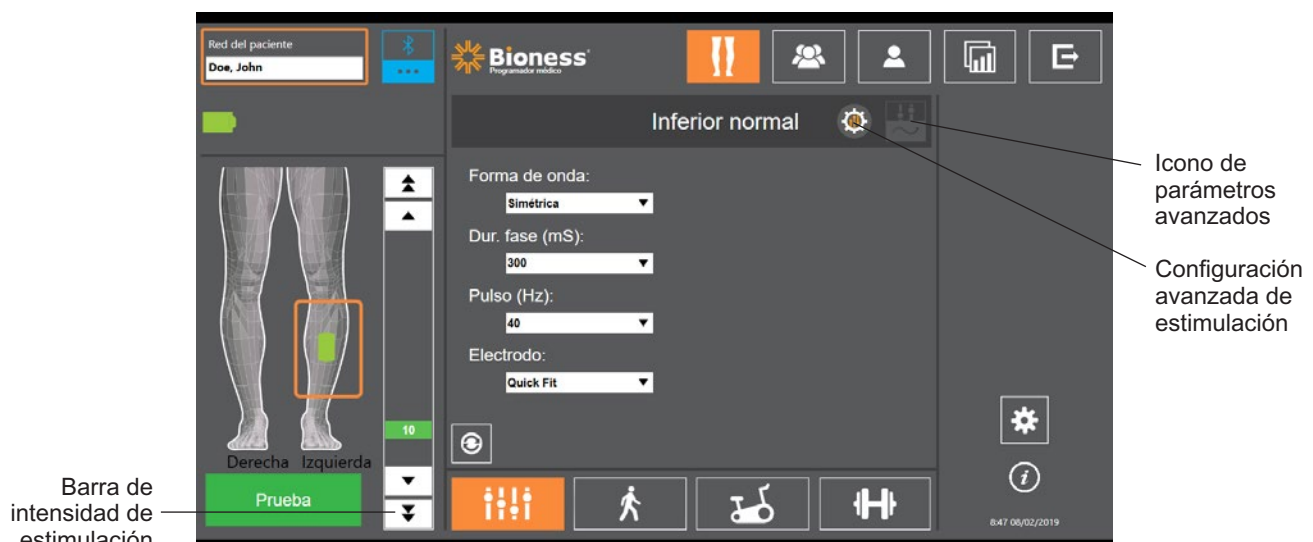
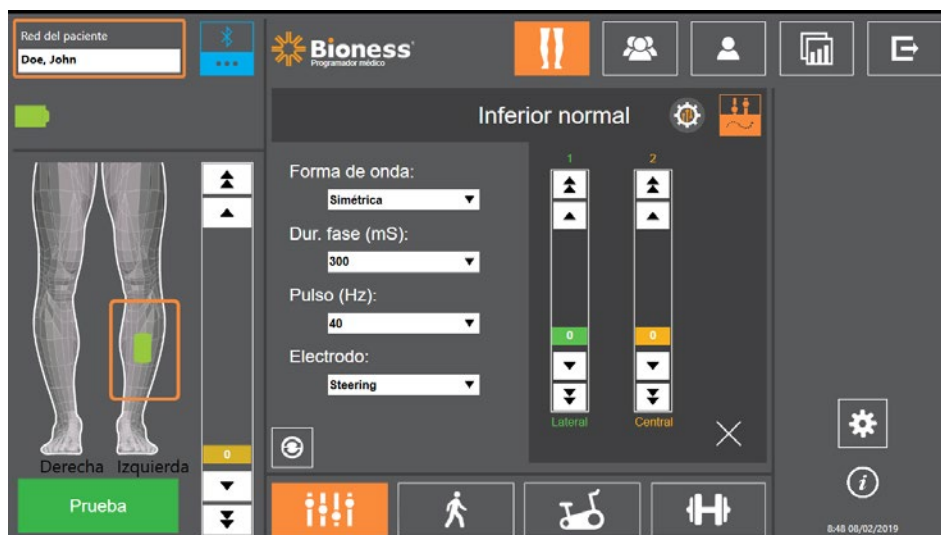

Ilustración 9-3: Programación de la estimulación: pantalla de parámetros
Ilustración 9-5: Programación de la estimulación: pantalla de parámetros con la ventana de parámetros avanzados
3. En la parte izquierda de la pantalla de parámetros se muestran los EPG emparejados con un icono verde en el diagrama. Consulte la ilustración 9-3.
6. En el caso de los pacientes nuevos, asegúrese de que el valor de la barra de intensidad de estimulación sea 0. Consulte la ilustración 9-3.
Si el paciente usa el electrodo Steering, asegúrese de que el menú desplegable Electrodo muestra la opción Steering para activar el icono de parámetros avanzados. Presione el icono de parámetros avanzados para abrir la ventana correspondiente. Consulte la ilustración 9-3. El especialista podrá entonces ajustar la intensidad de la estimulación central y lateral del EPG de la parte inferior de la pierna. Consulte la ilustración 9-5.